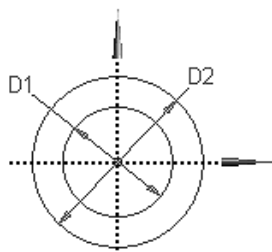

图 3.10.3 草图 1
(1) 绘制图 3.10.3 所示的草图 1。在“草图绘制”工具条的 **XYPlane** 下拉列表中选择 **ZXPlane** 平面作为草图平面，单击“New Sketch”按钮 ，绘制图 3.10.3 所示的截面草图，其中 $D1=45$ ， $D2=70$ 。